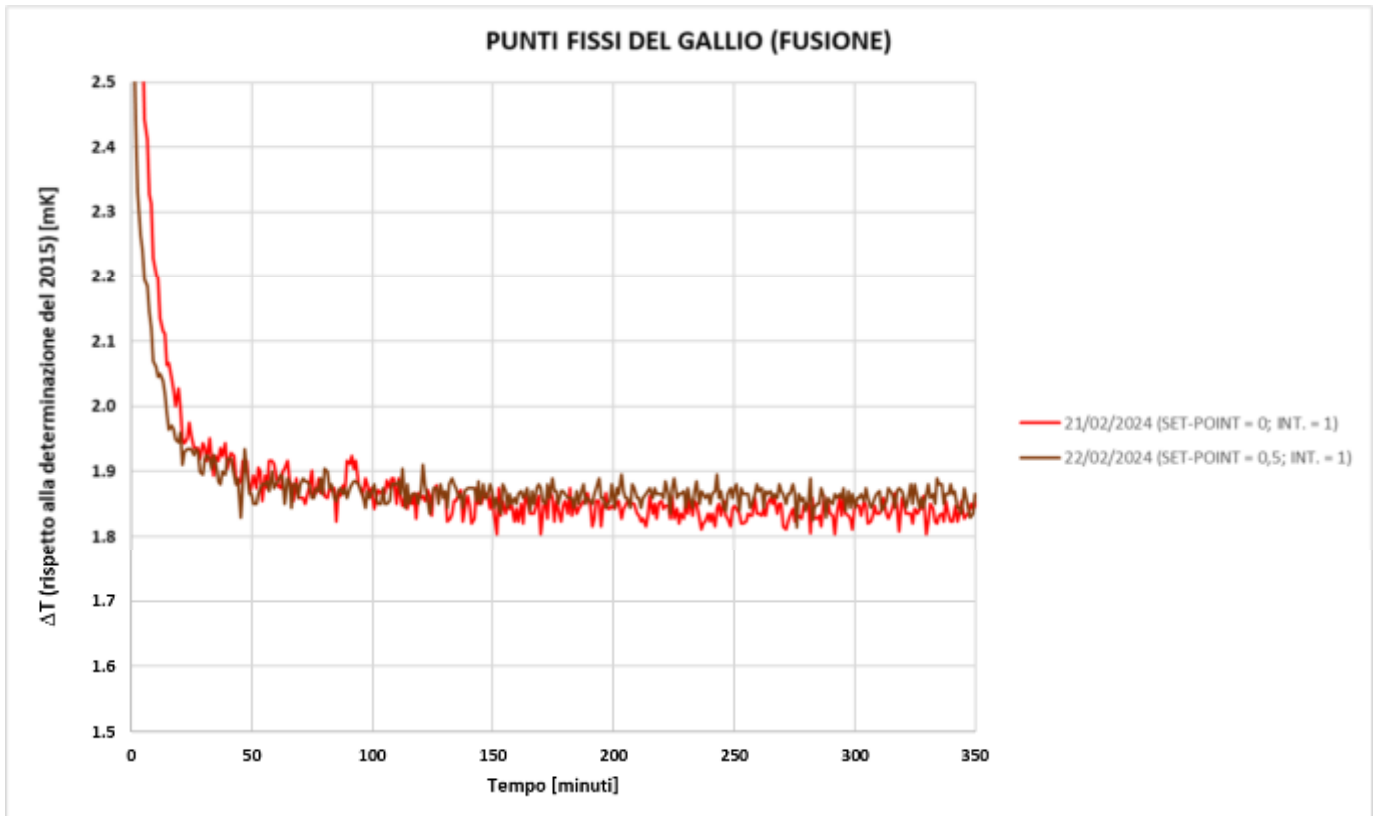

Figura 18: Plateau eseguiti senza effettuare misurazioni sulla termocoppia differenziale
- Le regolazioni di temperatura sono affette da disturbi visibili anche sui segnali del *plateau*. Essi sono dovuti ai cavi di misura non schermati utilizzati per misurare la forza elettromotrice della termocoppia differenziale ed il segnale di uscita del circuito. I *plateau* eseguiti i giorni 21, 22 e 28 febbraio (figura 18) non presentano disturbi, in quanto eseguiti senza effettuare tali misurazioni.